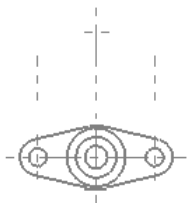

图 3.16.31 绘制中心线
Step1. 绘制图 3.16.31 所示的四条中心线。
(1) 在状态栏 **层别** 按钮后的文本框中输入值 1，并按 Enter 键确认。
(2) 在状态栏的 下拉列表中选择 选项，完成构图图层以及图层属性的设置；在 下拉列表中选择第一个选项 .
(3) 选择命令。选择下拉菜单 **绘图(C)** **线(L)** **绘制任意线(E)...** 命令，系统弹出“直线”工具栏。
(4) 绘制三条竖直中心线。